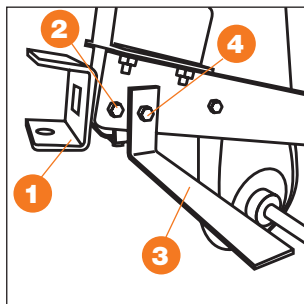

Рис. 3
2. Установка сцепного устройства сошника и бокового кронштейна крыла (Рис. 3).